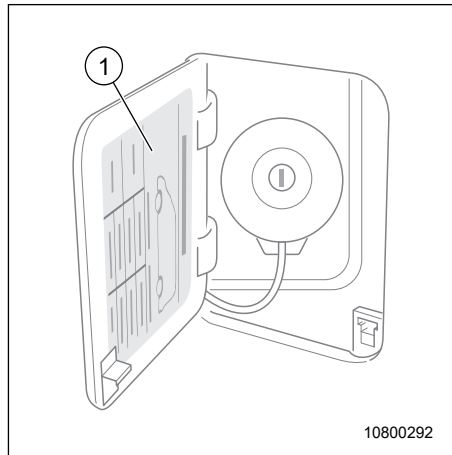

Fig. 180 Emplacement de l'autocollant
- Les pressions des pneus sont indiquées sur un autocollant (Fig. 180, pos. 1) apposé sur le véhicule.
L'autocollant (Fig. 180, pos. 1) se trouve sur la face intérieure du bouchon du réservoir.